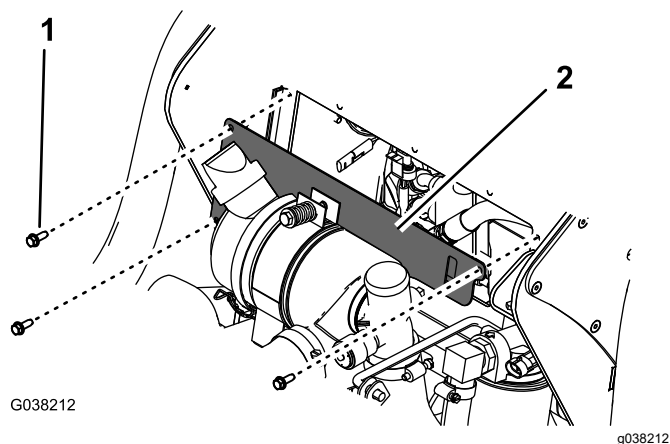

Figura 35
3. Alinee los taladros en la chapa de cierre (Figura 35) con los taladros en la parte delantera del bastidor del panel de control.